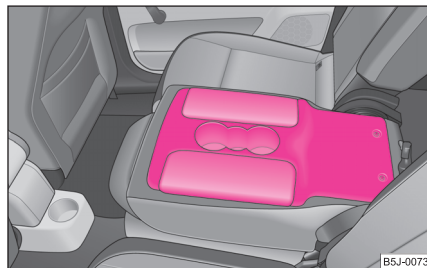

Fig. 58 Scaunele din spate: Cotiera
- Spătarul din centru poate fi rabatat în față ⇒ pagina 58, „Rabatarea în față a scaunelor” și folosit drept cotieră sau masă cu suport pentru băuturi ⇒ fig. 58.